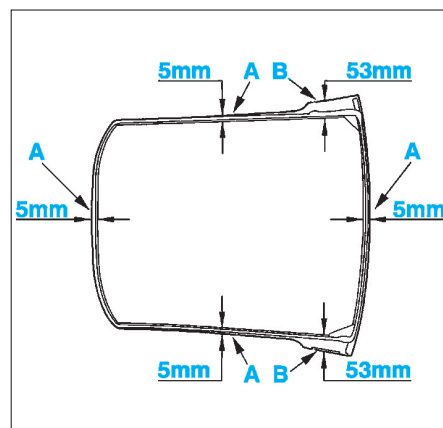

FIG. 84
- Appliquer le cordon de colle (en partant de l'axe du cordon de colle) (Fig.84) :